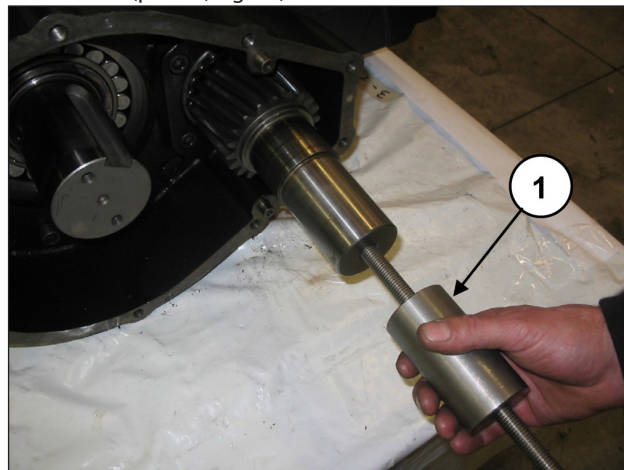

Fig. 14
Desmontar el piñón colocando un extractor de percusión en el orificio M14 (pos. ①, Fig. 14).